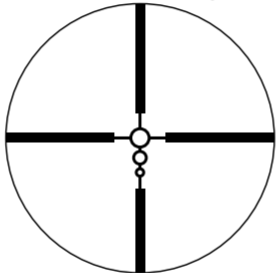

Fig. 3
(1) Mise au point
- 1 Regardez dans l'oculaire, l'œil placé à 10 cm environ (4 pouces) de la lentille oculaire, pour voir le réticule BDC Active Target (Fig. 3). Assurez-vous que votre œil est correctement aligné et positionné à la bonne distance, afin d'éviter que votre vue soit "bouchée".
(2) Grossissement